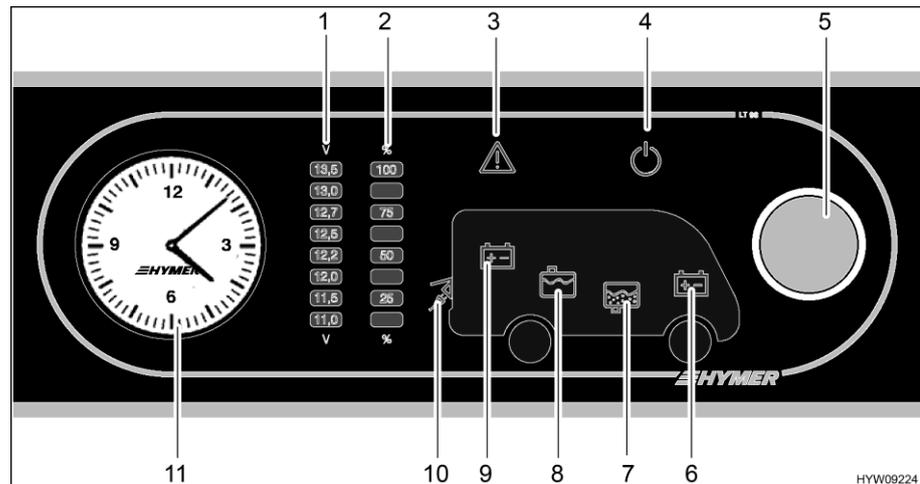

Bild 146 Panel (LT 98)
Der Drehtaster (Bild 146,5) schaltet das Panel und die 12-V-Versorgung des Wohnraums ein und aus.
- Einschalten:* ■ Den Drehtaster (Bild 146,5) drücken: Die 12-V-Versorgung des Wohnraums ist eingeschaltet. Die 12-V-Kontroll-Leuchte (Bild 146,4) leuchtet.
- Ausschalten:* ■ Den Drehtaster (Bild 146,5) drücken: Die 12-V-Versorgung des Wohnraums ist ausgeschaltet. Die 12-V-Kontroll-Leuchte (Bild 146,4) erlischt.
Über den Drehtaster (Bild 146,5) lässt sich sowohl die Spannung der Wohnraumbatterie als auch die Spannung der Starterbatterie abfragen. Die Spannung wird an der Anzeigeskala für Batteriespannung (Bild 146,1) angezeigt.
- Drehtaster (Bild 146,5) drehen, bis das Symbol der Batterie leuchtet, deren Spannung abgefragt werden soll.
Spannung der Wohnraumbatterie wird angezeigt (Bild 146,9)
Spannung der Starterbatterie wird angezeigt (Bild 146,6)
- Spannung an der Anzeigeskala Batteriespannung (Bild 146,1) ablesen. Die folgenden Tabellen helfen dabei, die angezeigte Batteriespannung richtig zu interpretieren.
Über den Drehtaster (Bild 146,5) lässt sich sowohl der Füllstand des Wassertanks als auch der Füllstand des Abwassertanks abfragen. Der Füllstand wird an der Anzeigeskala Tankfüllstand (Bild 146,2) angezeigt.
*Anzeigen:* ■ Drehtaster (Bild 146,5) drehen, bis das Symbol des Tanks leuchtet, dessen Füllstand abgefragt werden soll.
Füllstand des Wassertanks wird angezeigt (Bild 146,8)
Füllstand des Abwassertanks wird angezeigt (Bild 146,7)
■ Füllstand an der Anzeigeskala Tankfüllstand (Bild 146,2) ablesen.
Die Warnleuchte Alarm (Bild 146,3) blinkt, sobald festgelegte Grenzwerte überschritten oder unterschritten werden.
**Batterie-Alarm** Die Warnleuchte Alarm (Bild 146,3) blinkt, sobald die Spannung der Batterie 11 V unterschreitet. Wenn die 12-V-Versorgung eingeschaltet ist, leuchtet zusätzlich das entsprechende Batteriesymbol (Bild 146,6 oder 9), und die Anzeige "11,0" auf der Anzeigeskala Batteriespannung (Bild 146,1) blinkt. Tiefentladung droht.
**Tank-Alarm** Die Warnleuchte Alarm (Bild 146,3) blinkt und das entsprechende Tanksymbol (Bild 146,7 oder 8) leuchtet, sobald der Wassertank leer oder der Abwassertank voll ist.
Die 230-V-Kontroll-Leuchte (Bild 146,10) leuchtet, wenn am Eingang des Elektroblocs Netzspannung vorhanden ist.